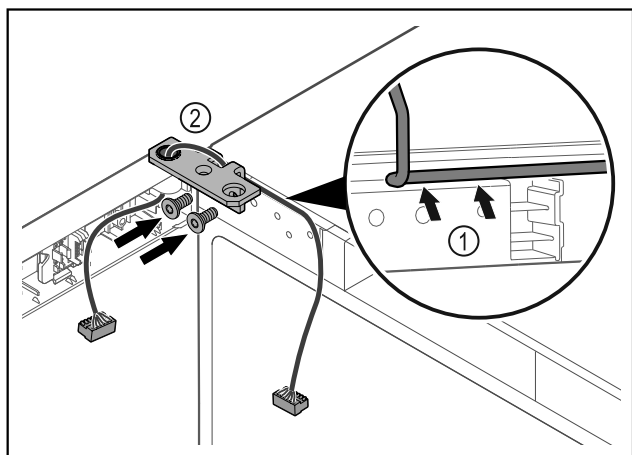

Fig. 44
- Kabel durch die Ausparung des Scharnierwinkels führen und vorsichtig verlegen Fig. 44 (1).
- Scharnierwinkel Fig. 44 (2) anschrauben.